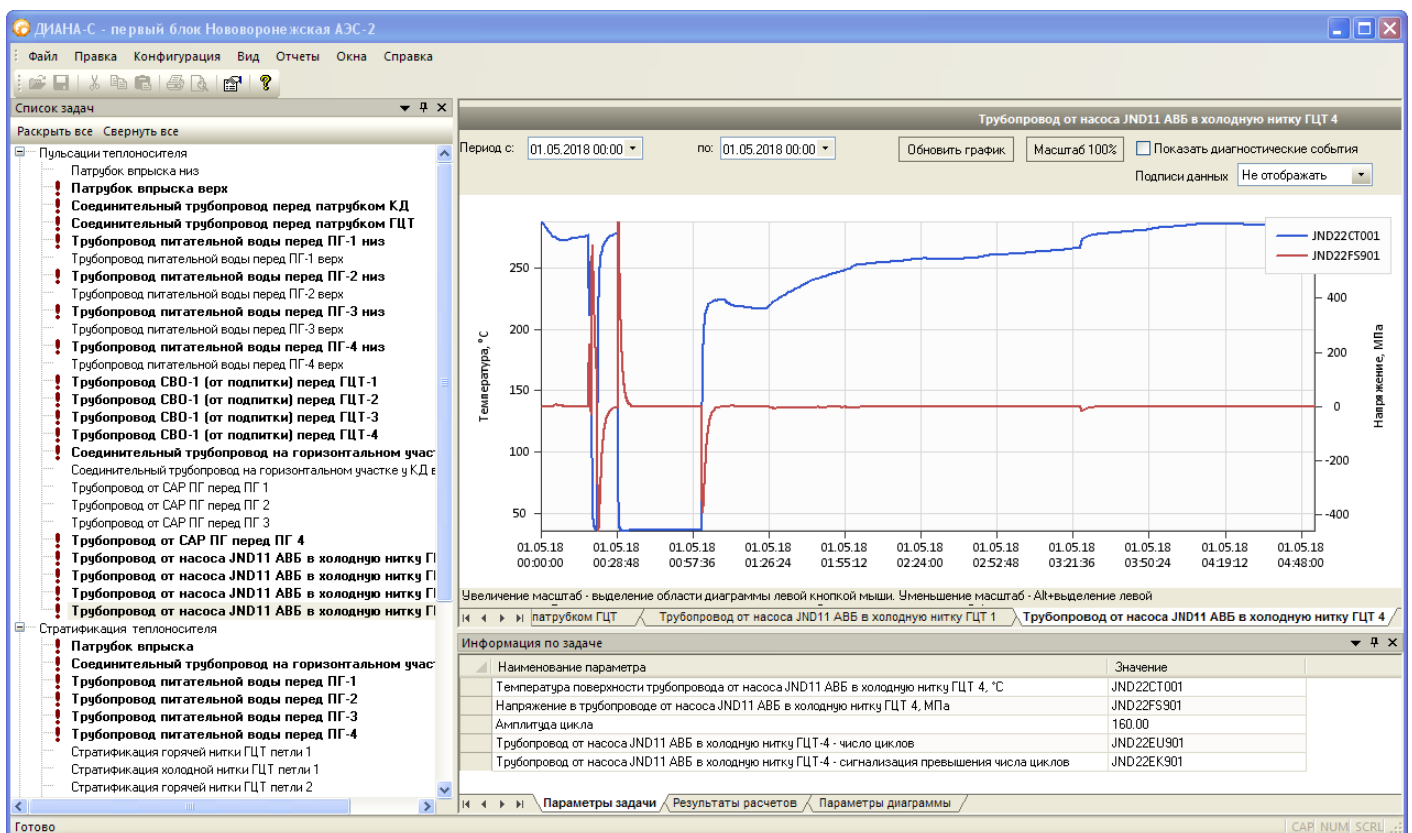

Рисунок 3.1 Главное окно ПО «ДИАНА_С»
3.1.2 Меню программы состоит из нескольких разделов, каждый из которых содержит различное количество отдельных пунктов. Панель инструментов, расположенная в верхней части Главного окна (рис. 3.1), содержит кнопки, с помощью которых осуществляется быстрый доступ ко многим режимам и функциям программы. Каждая кнопка соответствует одному из пунктов Меню, однако, не все пункты продублированы кнопками Панели Инструментов. На рисунке 3.2 представлена «Панель Инструментов» сервисного ПО «ДИАНА_С».